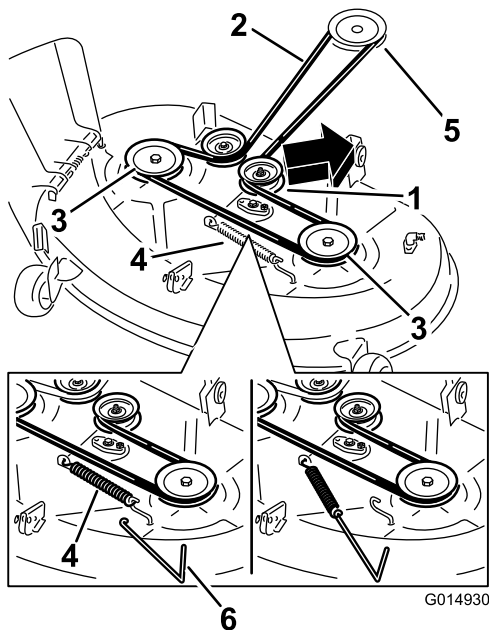
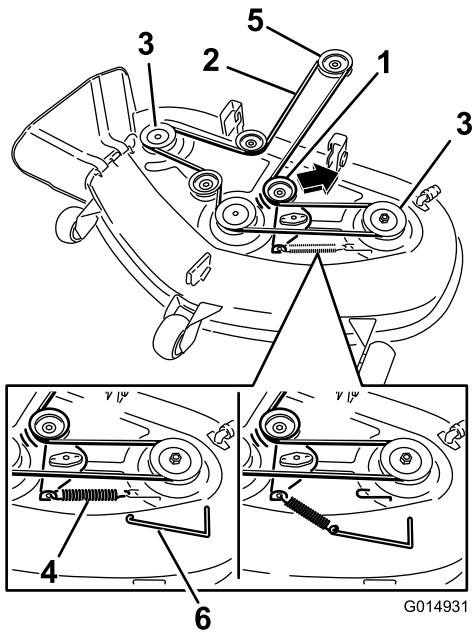

Figura 54
Figura 55
5. Usando una herramienta para la retirada de muelles (Pieza Toro N° 92-5771), retire el muelle tensor del gancho de la carcasa para eliminar la tensión de la polea tensora, y retire la correa de las poleas (Figura 54 y Figura 55).
6. Pase la correa nueva alrededor de las poleas del motor y del cortacésped (Figura 55).